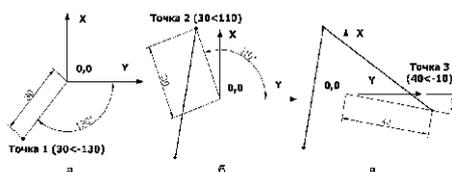

Рис. 3.4. Порядок построения контура в полярной системе координат
2. В ответ на вопрос Specify next point or [Undo] необходимо ввести координаты второй точки (30<110), и нажать **Enter**. Как демонстрирует рис. 3.4б, отсчет координат второй точки осуществляется не от предыдущей точки, а от начала координат.
3. В ответ на аналогичный вопрос вводятся полярные координаты третьей точки (40<-10); операция завершается нажатием клавиши **Enter** (рис. 3.4в).